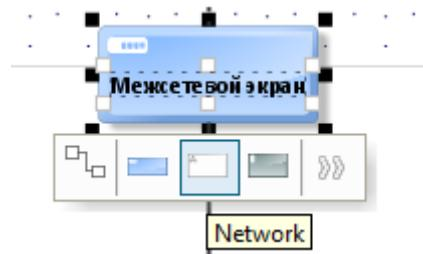
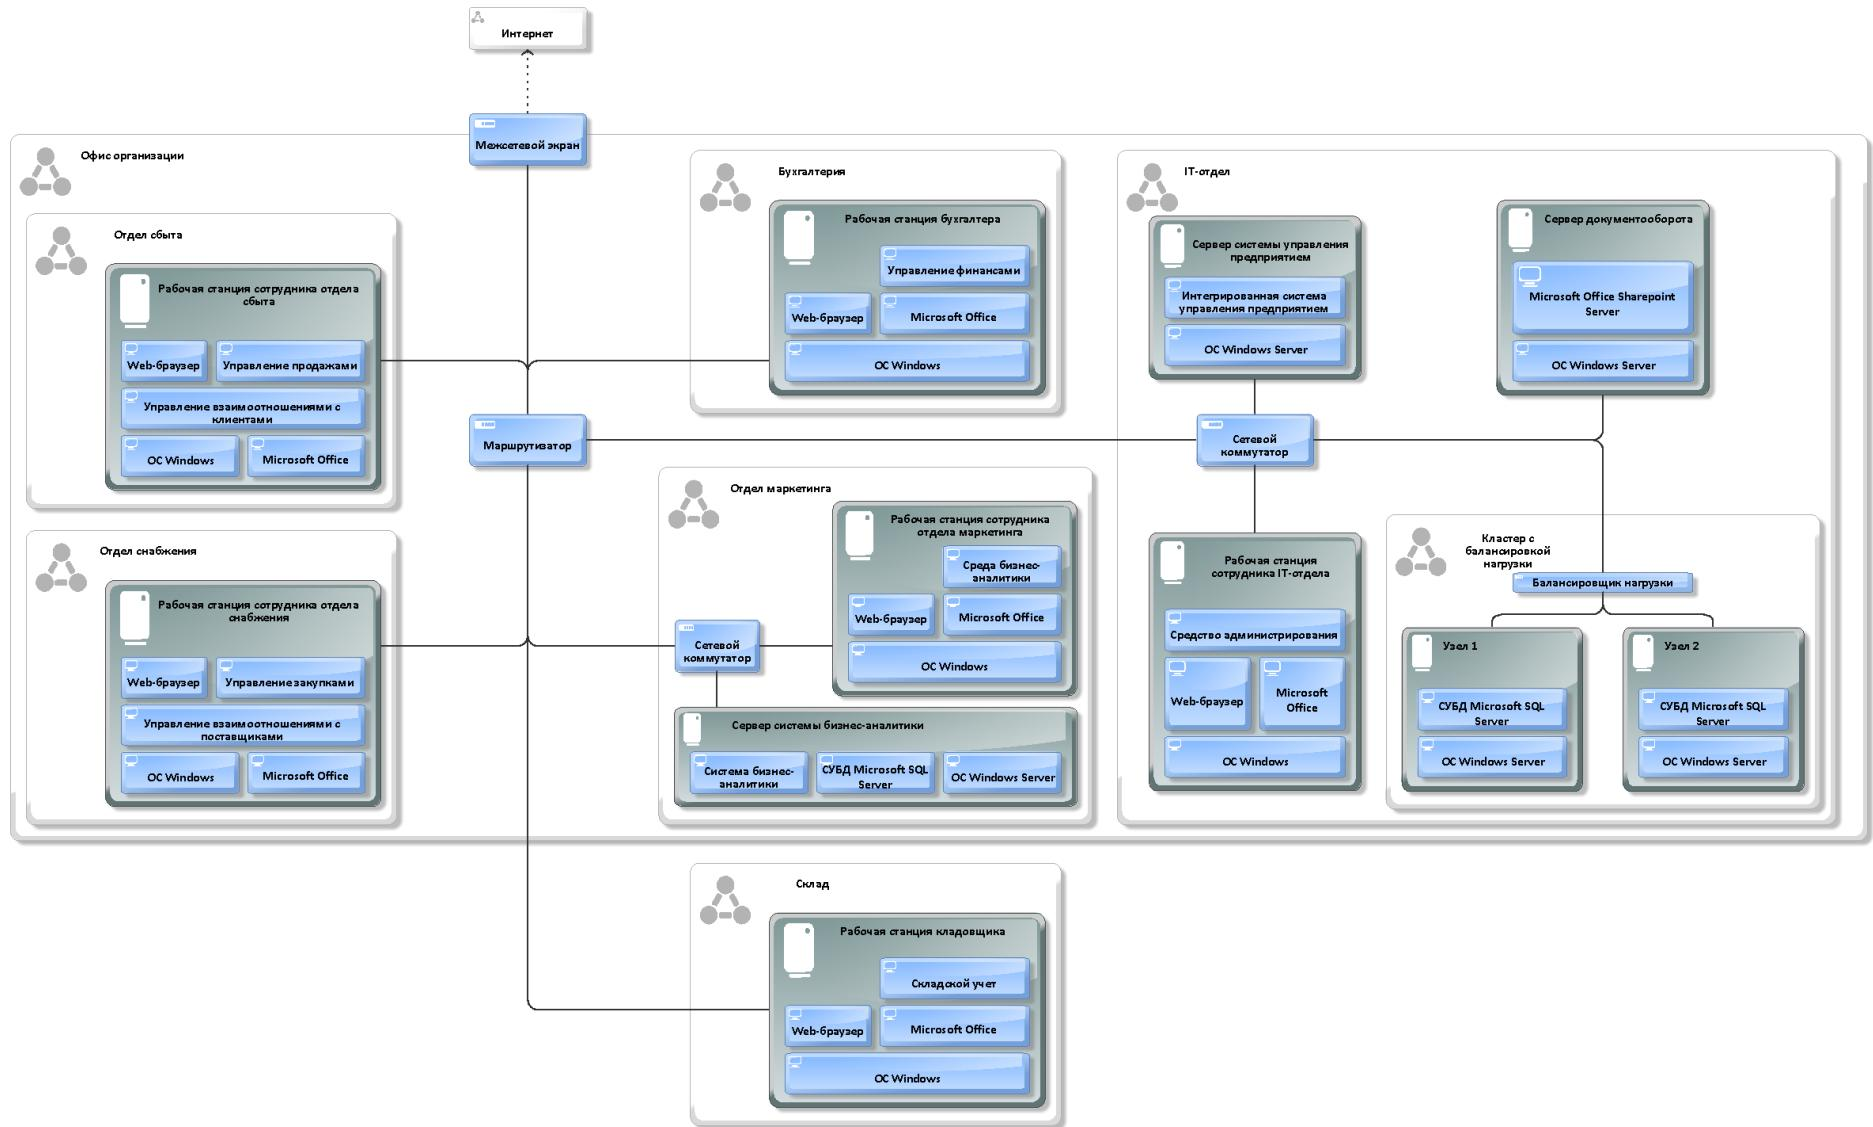

Рисунок 4.15
Рисунок 4.16
15. Добавить объекты «Network component», назвав их «Маршрутизатор» и «Межсетевой экран» соответственно, и связав их с созданными ранее элементами с помощью объекта «Connection» (рисунок 4.16). Объект «Межсетевой экран» связать с объектом «Network» и назвать его «Интернет» (рисунок 4.15).